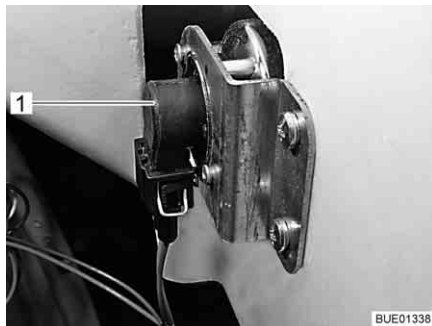

Bild 266 Körriktningsvisare
- Greppa tag bakom lamphållaren (Bild 266,1).
- Greppa tag bakom lampfästet (Bild 266,1).